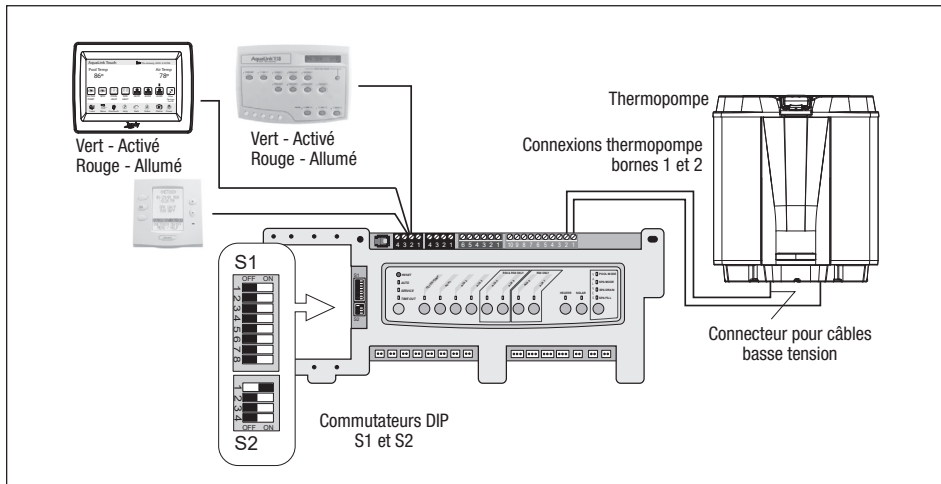

Figure 12. AquaLink® RS à thermopompe Jandy JRT - connexion T-Stat (2 fils)
3. Acheminer les fils du système de contrôle de la piscine/du spa dans le conduit de connexion étiqueté « Low Voltage Connection », situé en bas à droite de la thermopompe (voir *Figure 12*). Assurez-vous que les conducteurs ne sont pas pincés ou endommagés.